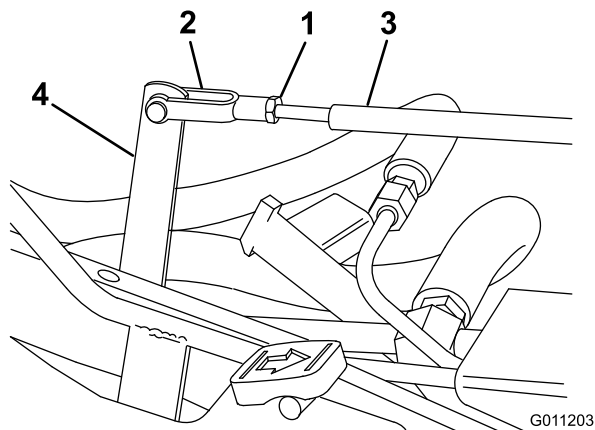

図 42
3. 調整レバーを手で動かして、芝刈りペダルと上昇ペダルを同じ高さにそろえる。また、ヨークの穴と調整レバーの穴が整列するようにヨークを調整する（図 42）。